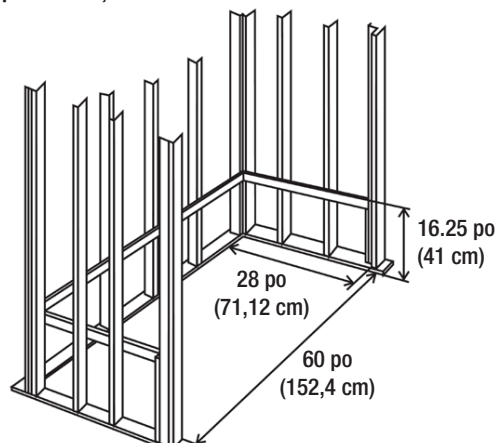

Fig. 4
6. Rapportez-vous à la Fig.4 pour obtenir l'emplacement approximatif des lattes. Installez les lattes de bois en éléments de 1 po x 4 po (2,54 x 10,16 cm).